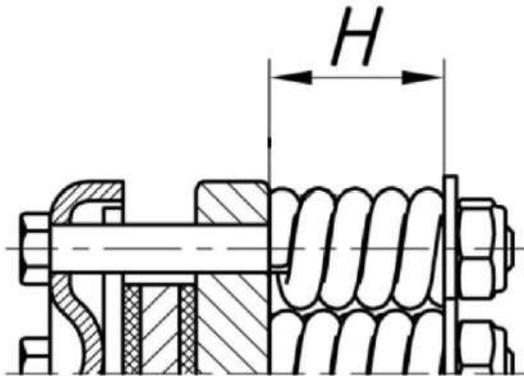

Рисунок 30. Регулювання дискової фрикційної муфти
- Регулювання дискової фрикційної муфти під необхідне значення тарування здійснюється шляхом зміни зусилля стиснення гвинтових пружин (висоти Н) за допомогою гайок (Рис.30). Різниця висоти “Н” кожної пружини після регулювання повинна бути в межах $\pm 0,5$ мм.